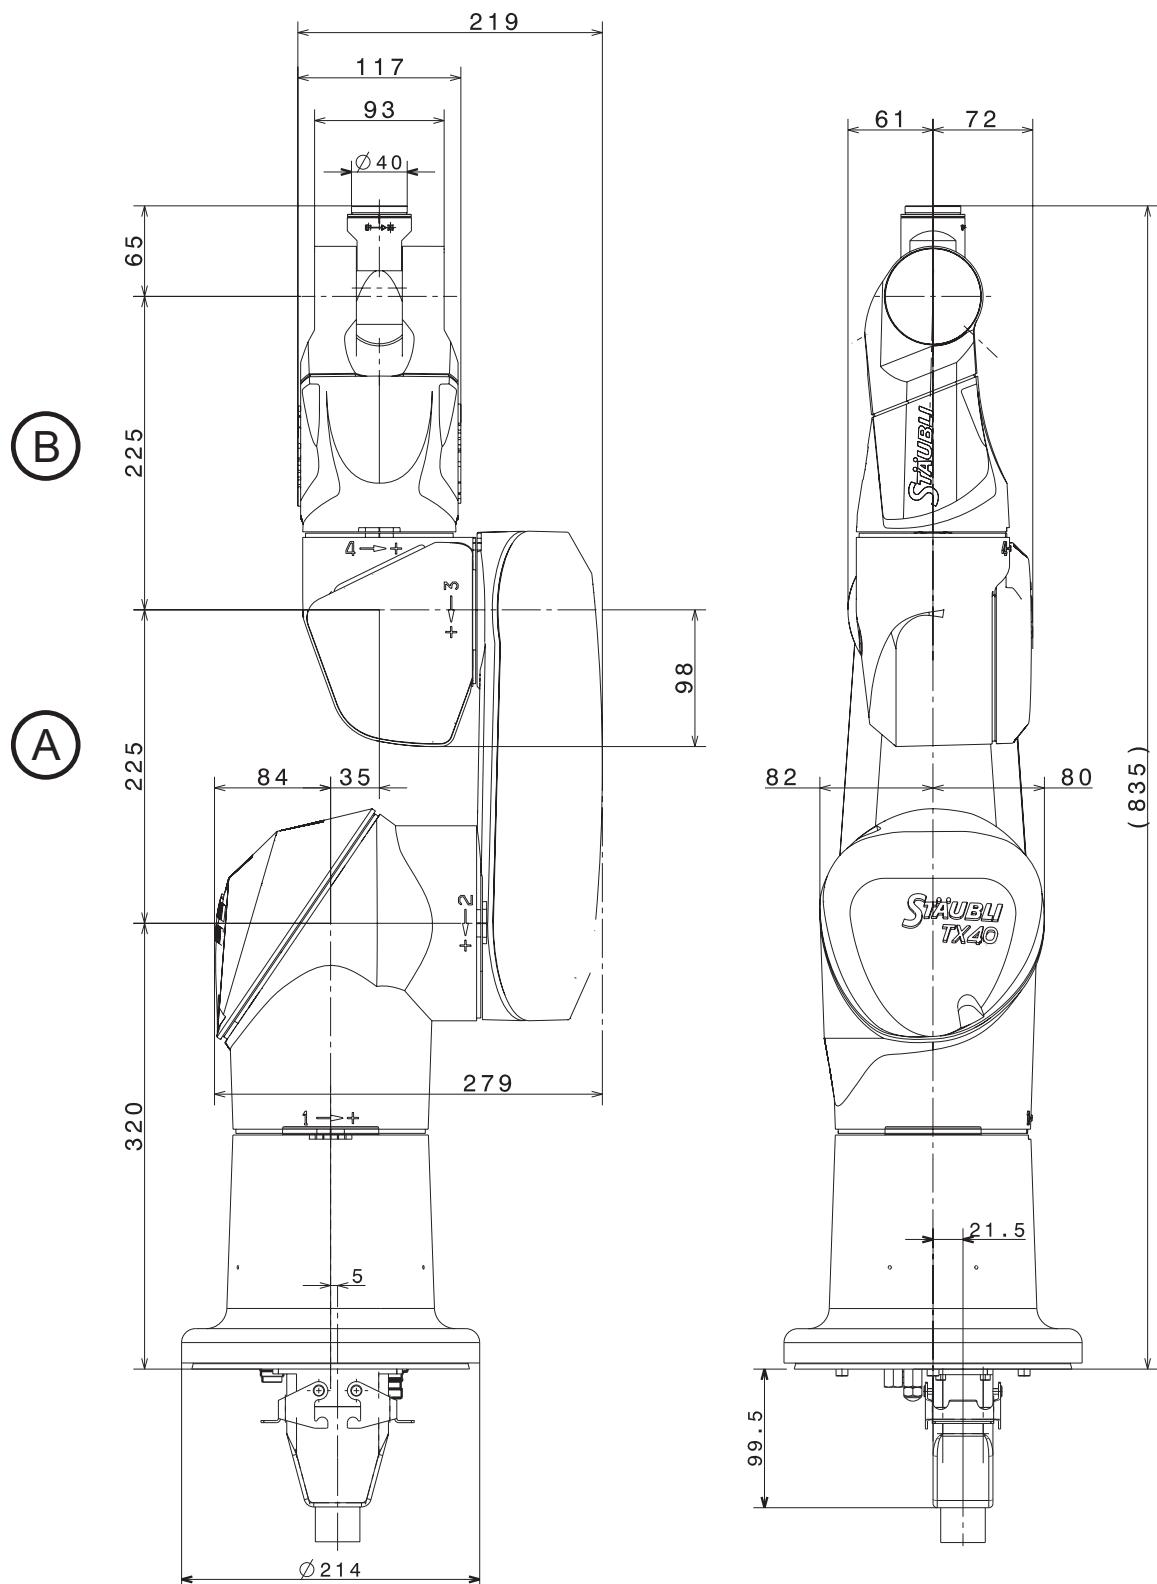

Figura 2.5
- Salida vertical de cable (figura 2.5).